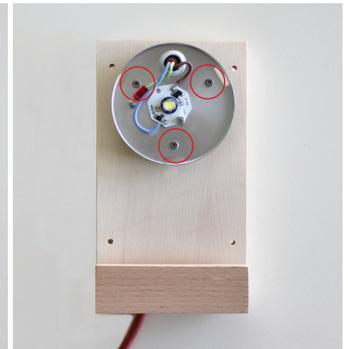

Abb. 3
- Montieren Sie den Lampensockel mit 3 Schrauben (3 x 30 mm) im oberen Bereich auf der Grundplatte (siehe Abb. 3) und befestigen Sie anschließend wieder den Lampendeckel.